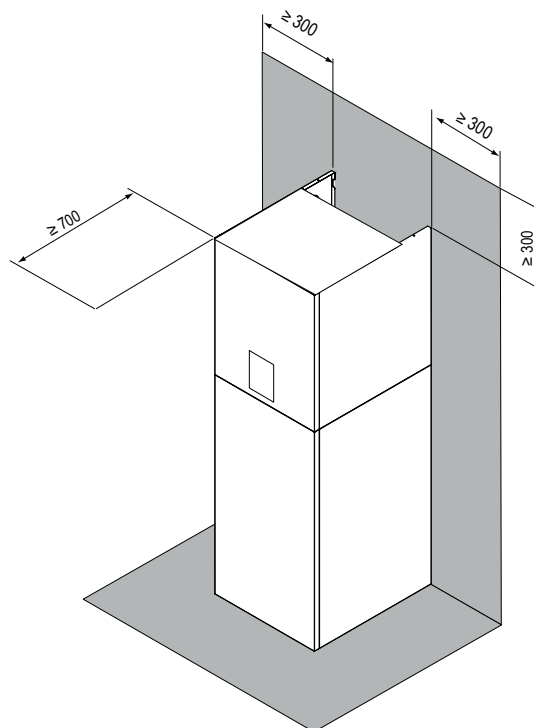

fig. 6 - área operativa mínima para la unidad interior
- El espacio alrededor de la unidad es adecuado para el mantenimiento, consulte fig. 6 .